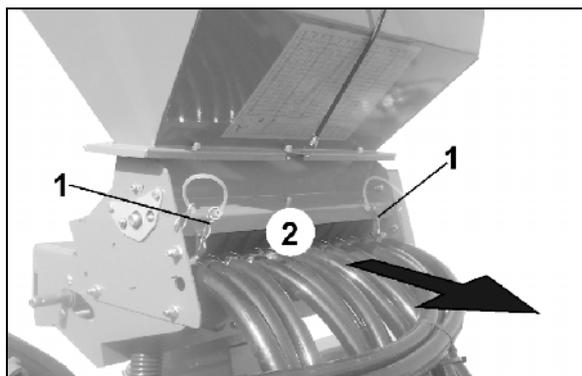

Fig. 34
- o la unidad dosificadora se encuentra en la posición de dosificación y que esté asegurada con pasadores de muelle (Fig. 34/1).